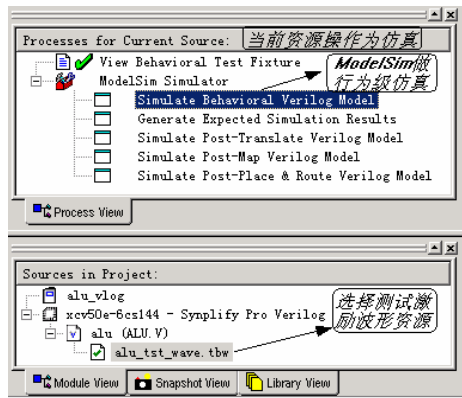

图2-101 使用测试激励波形启动仿真
13. 选择测试激励波形资源，发现当前资源操作窗中对该资源的操作是仿真。如果要做前行为级仿真就双击行为级仿真“Simulate Behavioral Verilog Model”命令，如图 2-101 所示。